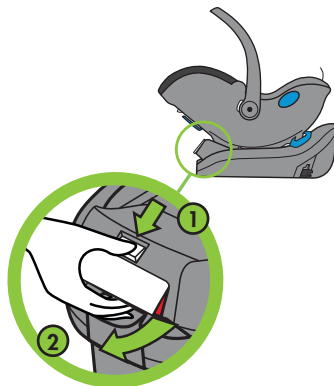

Figura 26
Use el pulgar para presionar y mantener presionada la lengüeta de bloqueo del portabebé (1). Mientras mantiene presionada la lengüeta de bloqueo del portabebé, tire y mantenga la manija de liberación en la posición abierta (2), como se muestra en la **Figura 26**.